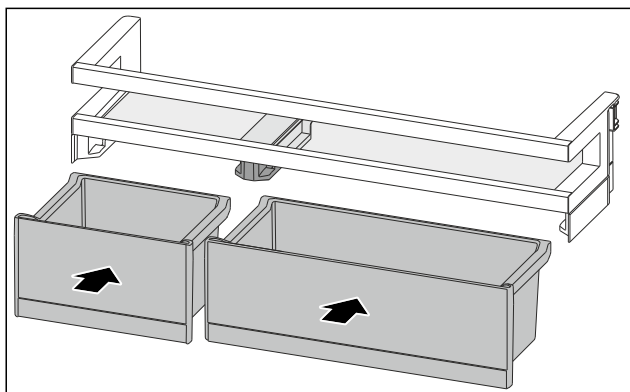

Fig. 81
- ▶ VarioBoxen in getauschter Anordnung einsetzen. (siehe Fig. 81)